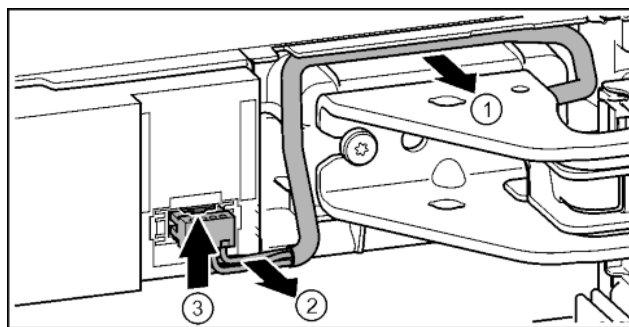

Fig. 23
- ▶ Facendo attenzione staccare dalla guida il cavo sopra il blocco di supporto. Fig. 23 (1)
- ▶ Facendo attenzione tirare i fili del cavo dal canale. Fig. 23 (2)
- ▶ Spingere la linguetta verso l'alto ed estrarre con attenzione la spina. Fig. 23 (3)